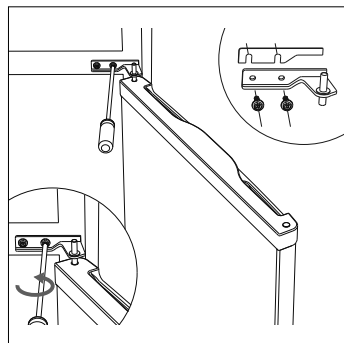

Fig. 7
- ▶ Retire la bisagra central (12) aflojando los tornillos de sujeción (véase la **fig. 7**).